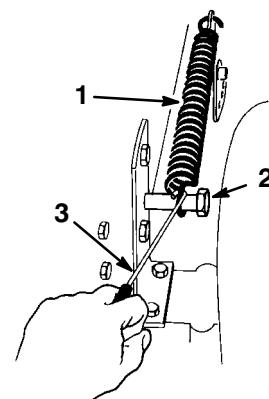

Figure 34
4. Détacher du boulon de fixation le ressort compensateur de hauteur de coupe (Fig. 34), à l'aide du crochet fourni avec la machine. Ce ressort se trouve entre le châssis et la roue arrière droite.